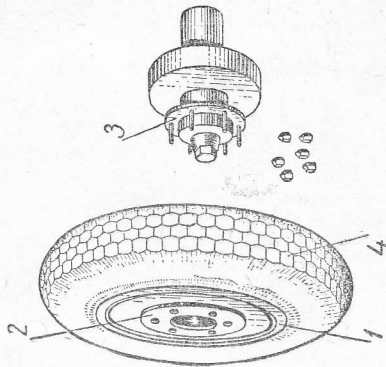
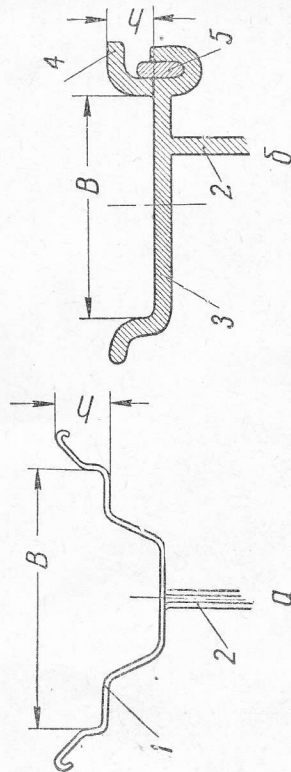

Рис. 110. Колесо:
Рис. 111. Типы ободов:
Автомобильное колесо (рис. 110) имеет металлический обод, на который надевается пневматическая шина 4. Обод 1 соединен с диском 2, а диск шпильками и гайками прикрепляется к ступице 3. Ободы легковых автомобилей (рис. 111) делают неразъемными и глубокими, а ободы грузовых автомобилей 3 — плоскими, со съемным бортом 4 и запорным кольцом 5.
- б) освободить, а затем снять запорное кольцо (рис. 111,5);